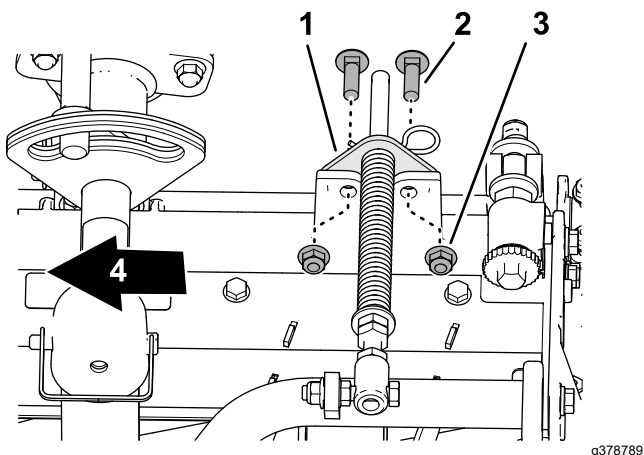

Figura 21
5. Alinee los orificios del soporte del muelle de compensación con los del bastidor de la unidad de corte (Figura 21).